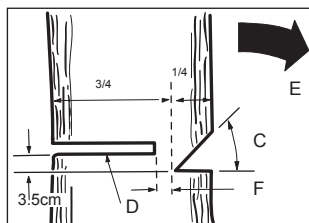

FIG. 1
Di norma l'abbattimento consiste in due tagli principali, l'intaglio (C fig.1) e il taglio vero e proprio (D fig.1), necessario per la caduta dell'albero.
- Iniziare con l'intaglio superiore (C) sul lato dell'albero che guarda la direzione di caduta (E)
- L'intaglio deve avere una profondità (F) pari a circa  $\frac{1}{4}$  del diametro del tronco.
- Dopo l'intaglio, eseguire il taglio vero e proprio (D) dall'altra parte dell'albero a 3-5 cm sopra l'altezza dell'intaglio (fig 1).